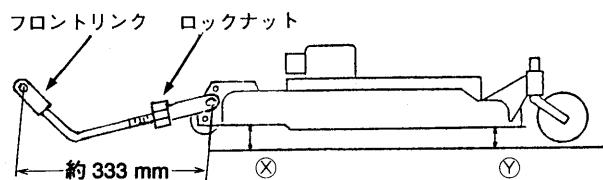

図38 モアの調整
- (1) モア本体が水平になっているか調べるために図38の(X)と(Y)を左右について測定してください。(X)と(Y)の差が10mmになつていればモア本体が水平になっています。
- (2) もし調整が必要な場合には、フロントリンクでモア本体の前後の傾きを調整してください。フロントリンクを外し、ロックナットを緩め時計方向に回すとフロントリンクが縮み、モア本体が上がります。左右のフロントリンクで調整ができたらロックナットを締めてください。
- (3) もし大きく動かすことになったら前後の傾きを調整した後、再び左右の傾きをチェックしてください。
●フロントリンクの長さは図38に示すように約333mmになるのが標準です。